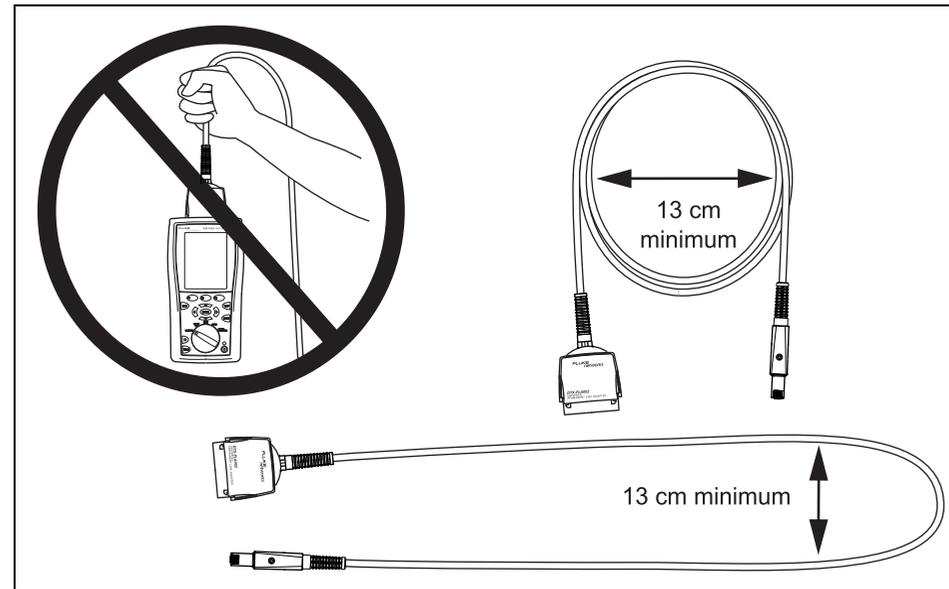

Figure 1. Consignes de manipulation
- Ne jamais pincer, courber ni écraser le câble de l'adaptateur. Se conformer aux consignes de manipulation données dans les figures 1 et 3.